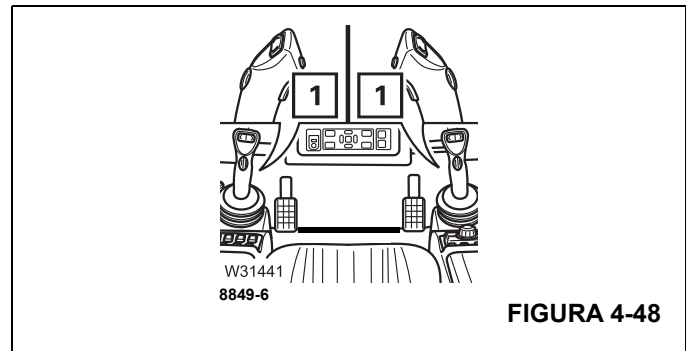

FIGURA 4-48
4. No oprima ninguno de los interruptores de hombre muerto (1), (Figura 4-48).